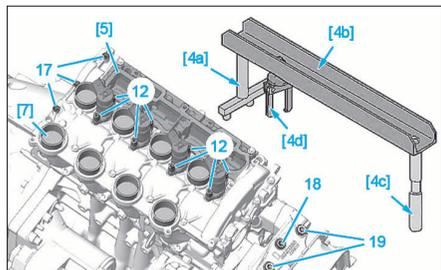

FIG. 63
- Déposer les injecteurs (13) et leurs joints (14), ainsi leurs bagues d'étanchéité (16).
- Poser l'outil [4] en place du déshuileur (Fig.63).
- Poser l'outil [4c] en appui sur la tête de vis (18).